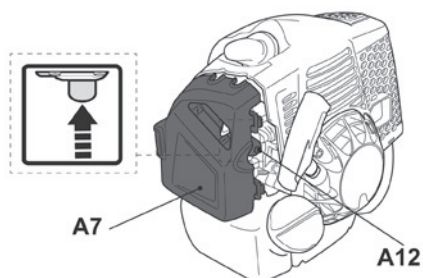

Fig. 32
- > O disparador (A12) está posicionado por trás da caixa do filtro de ar (A7). Utilize o disparador para o arranque a frio (Fig. 32).